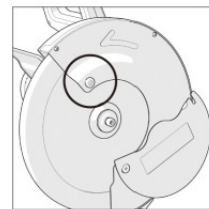

Fig. 2
- Løsn fastgørelsesskruerne, og drej skjoldet opad, så maskinens dorn kommer til syne. (Fig.2)